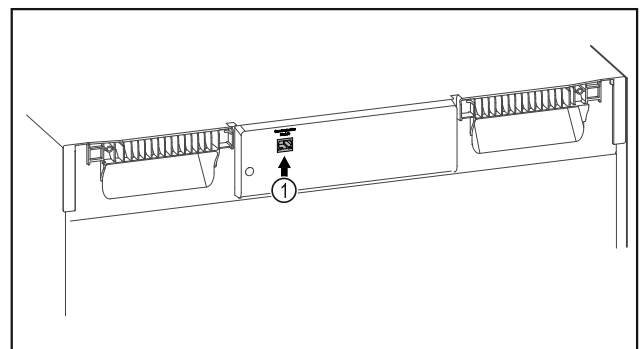

Fig. 131
- Използва се SmartModule Fig. 131 (1).